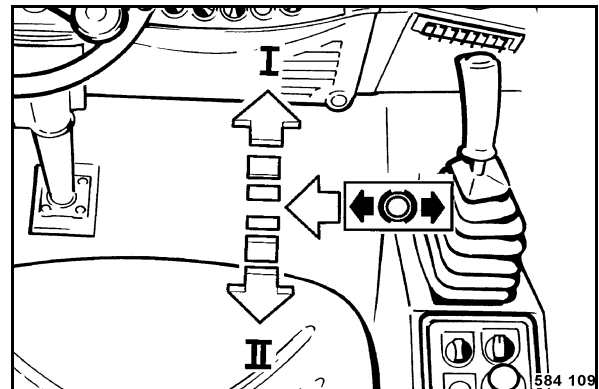

fig. 171
- Actionner le levier de commande (fig. 171) vers l'avant, l'arrière et en position de freinage. Lors du maniement, vérifier le fonctionnement, la souplesse, la suffisance de jeu et les endommagements.